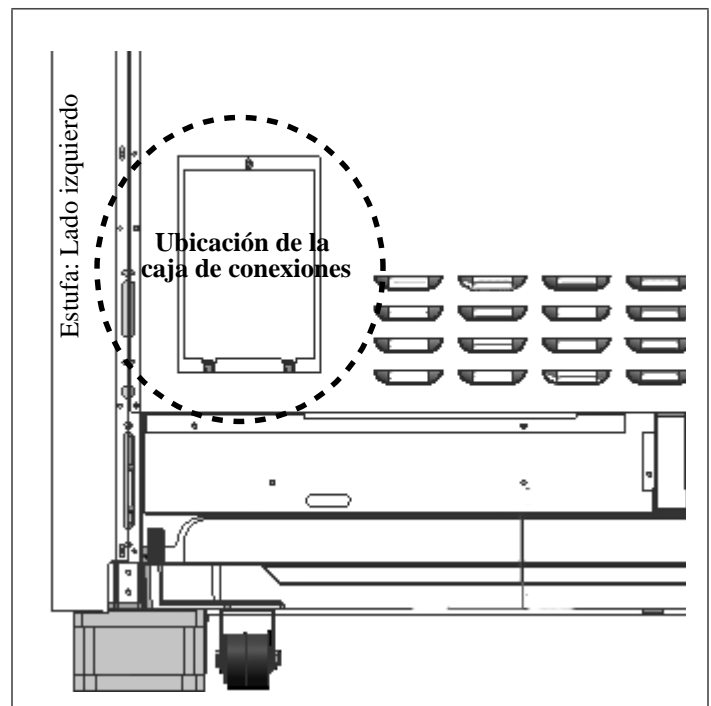

Figura 11: Ubicación de la caja de conexiones
Se pueden conectar los aparatos directamente a la fuente de alimentación. El instalador debe suministrar un conducto flexible de aluminio aprobado, de un tamaño comercial de 3/4 pulg. (19 mm), de una longitud máxima de 6 pies (1,8 metro). Localice la caja de conexiones en la parte trasera del aparato y quite la cubierta (consulte la Figura 11). Se debe fijar el conducto a la caja de conexiones utilizando un conector de conducto aprobado. Se debe conectar la extremidad libre del conector de conducto a una caja de conexiones instalado en la zona de alimentación eléctrica, como se muestra en la Figura 3 de la página 7.
3. Utilice dos de los tornillos proporcionados para fijar las partes inferior y superior de la consola trasera de protección a cada travesaño de pared (vea la Figura 11).